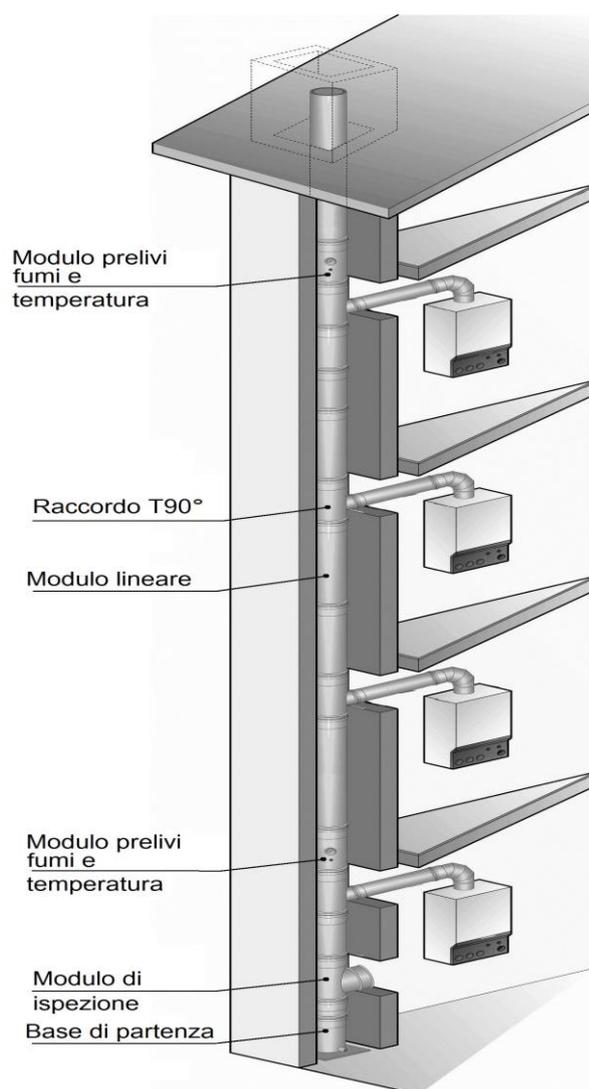

FIG.8 CANNA FUMARIA COLLETTIVA
- Posizionare al di sopra dell'ultimo allacciamento, un elemento che permetta di rilevare la temperatura e la pressione come Fig. 8.